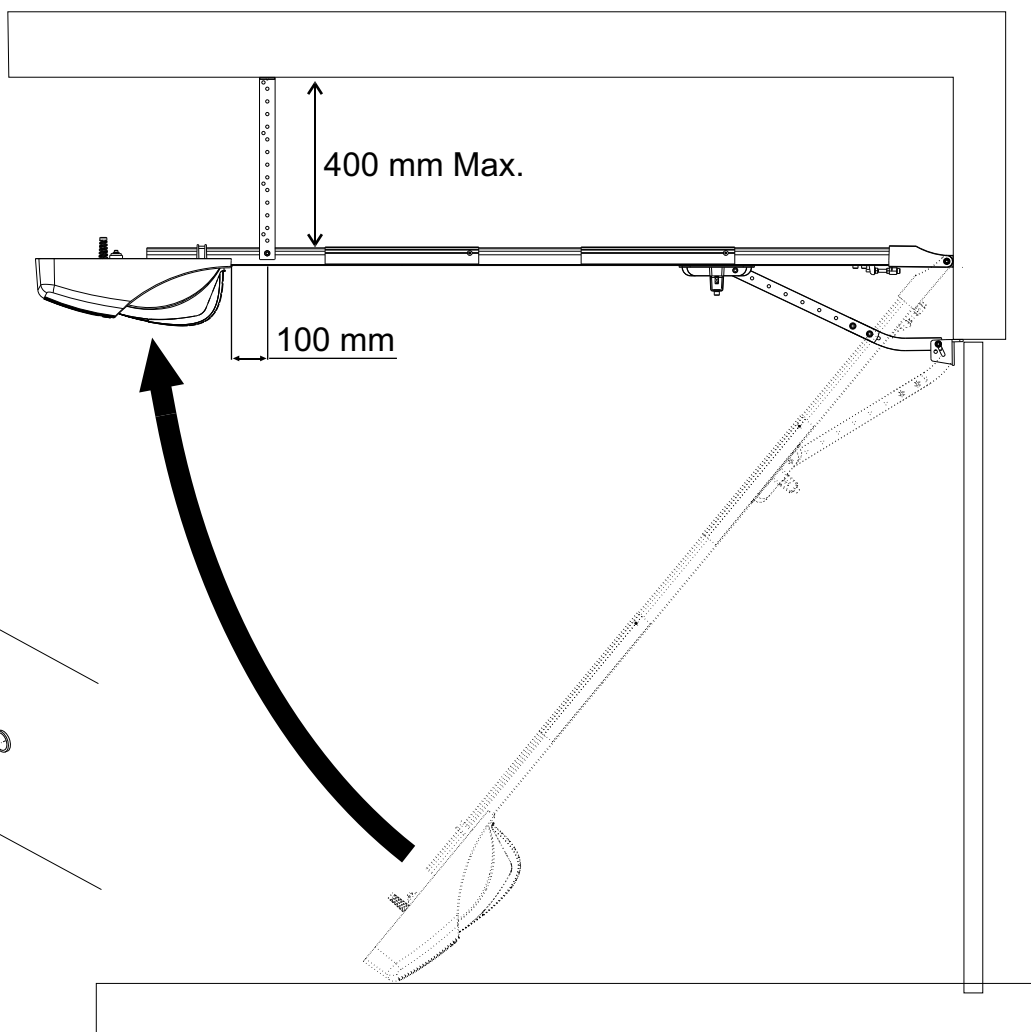

Fig. 9
- Soulever le Corona et le fixer au plafond avec les brides spéciales, respectant une distance maxi de 400 mm du plafond et s'assurer que le Corona est fixé parfaitement horizontal (Fig.9);